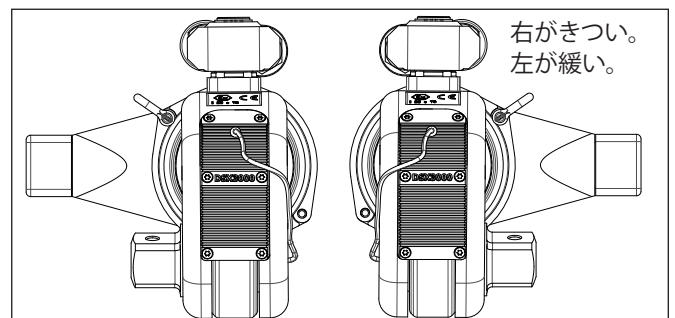

図3: 緩め/締め付け時のドライブ方向
- ボルトを締め付ける場合は、図3に示す場所にスクエアドライブを取り付けます。